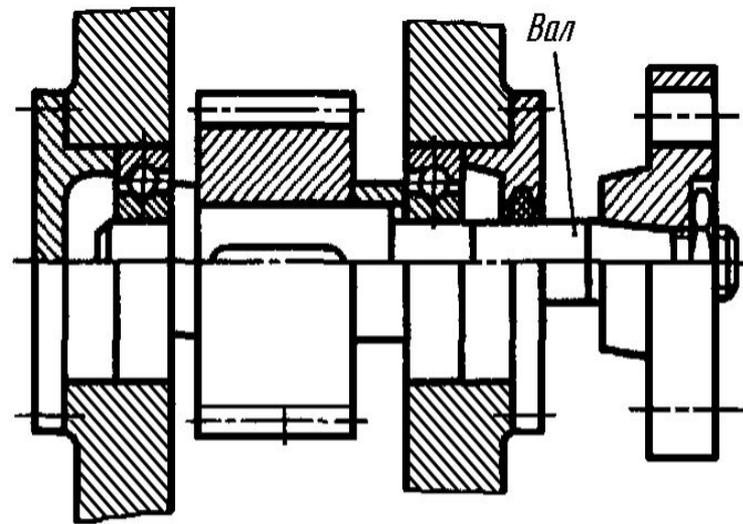

Рисунок 1 – Вал редуктора
**Вал** – деталь машины или механизма предназначенная для поддержания установленных на нем деталей и передачи вращающего момента (рисунок 1). При работе вал испытывает изгиб и кручение, в отдельных случаях – растяжение и сжатие.
2.1 *валы передач*, они несут на себе элементы, передающие вращающий момент (зубчатые или червячные колёса, шкивы, звёздочки, муфты и т.п.) и в большинстве своём снабжены концевыми частями, выступающими за габариты корпуса механизма (рисунок 1);